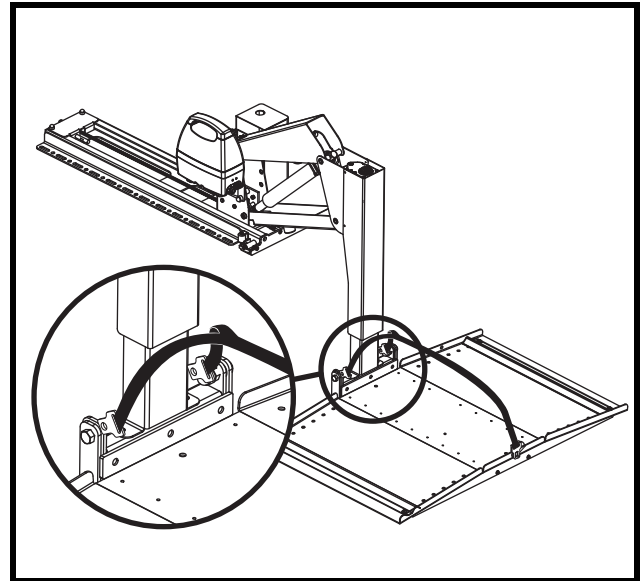

Figure 9. Boulons de réglage de la plate-forme
2. Retirez l'appareil de la plate-forme afin de faciliter l'accès aux trois vis de réglage situées là où la plate-forme se connecte au bras de descente. **Voir la figure 9.**